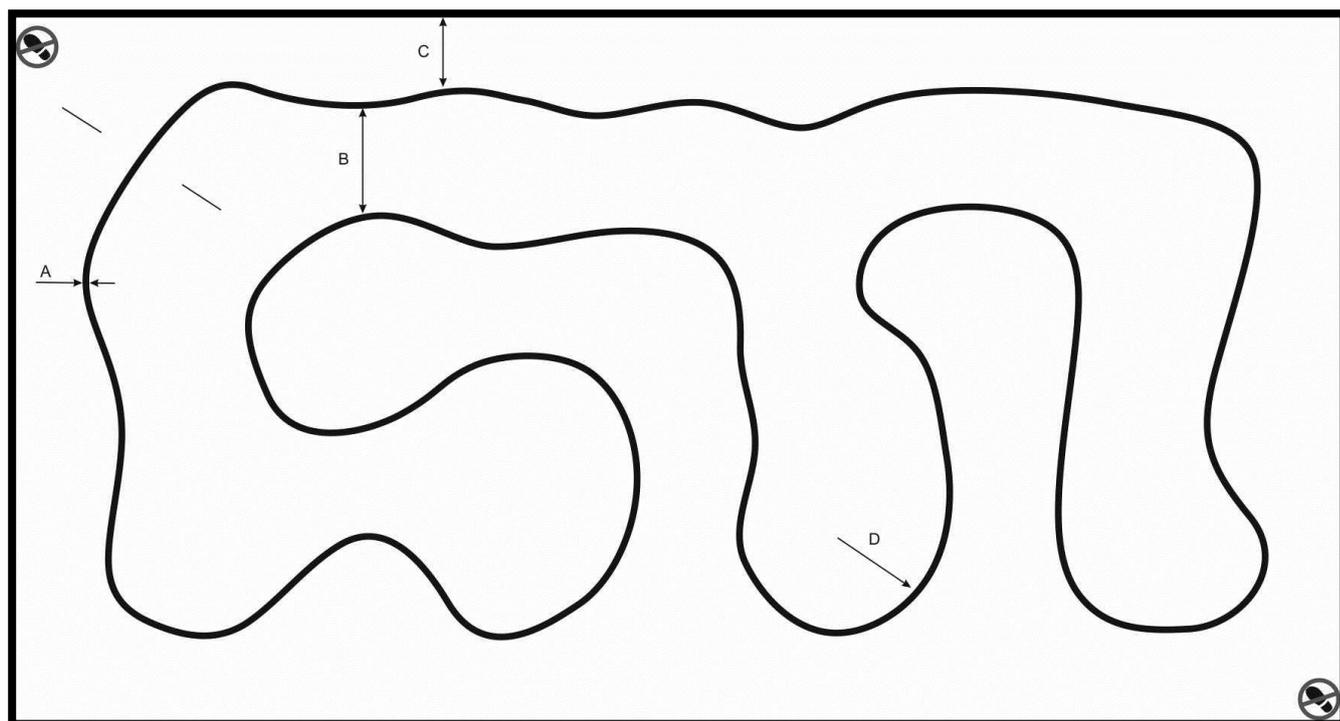

Рис.1. Примерный вид трассы,
4.3. Примерный вид трассы представлен на Рис.1.